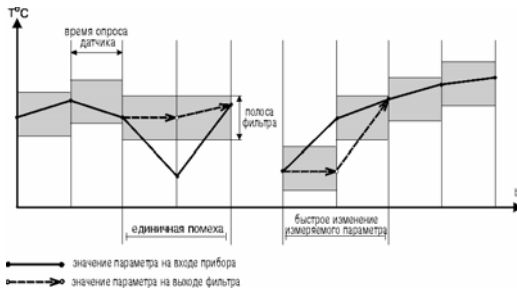

Рисунок 7
3.1.4.2. Параметр **b0-2**, называемый полосой цифрового фильтра, позволяет защитить измерительный тракт от единичных помех. Полоса фильтра задается в единицах измеряемой величины. Если полученное значение отличается от предыдущего на величину, большую, чем установлено в этом параметре, то прибором производятся повторные измерения, до тех пор, пока полученное значение не попадет в заданную полосу (рисунок 7). В течение всего этого времени на цифровом индикаторе остается старое значение измеренной величины.